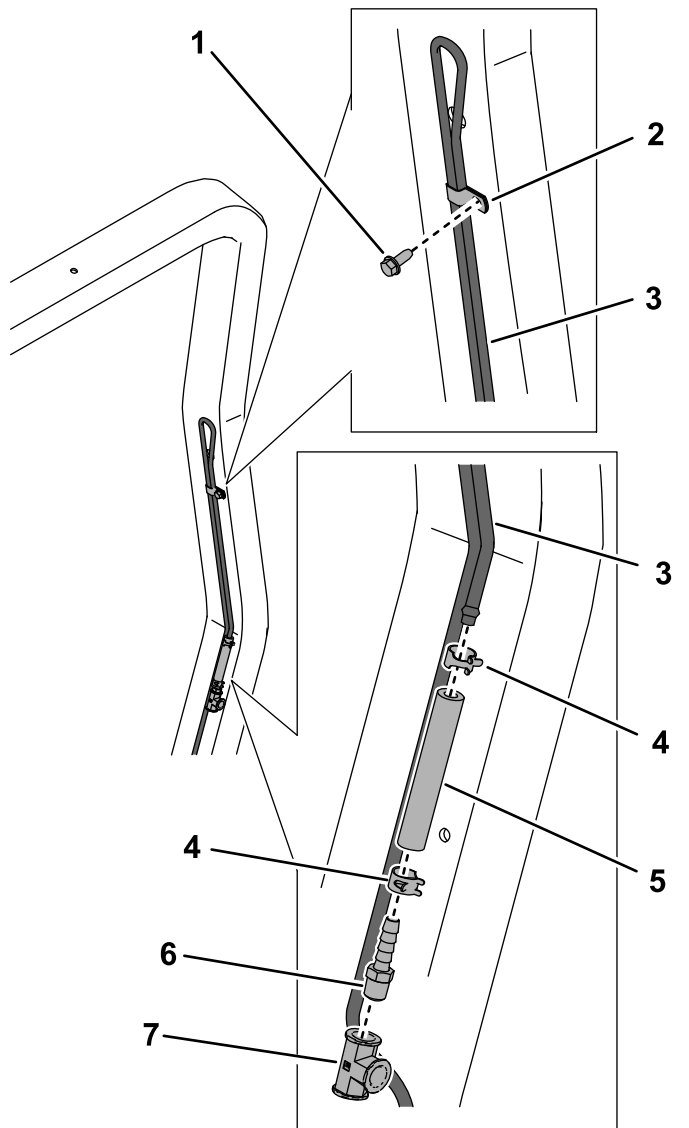

Figure 7
1. Installez le tube d'évent de carburant sur le côté gauche de l'arceau de sécurité à l'aide du petit collier en R et d'un boulon ($\frac{1}{4} \times 5/8$ po), comme montré à la Figure 7. Serrez le boulon à un couple de 10,17 à 12,43 N·m (90 à 110 po·lb).
2. Reliez un flexible (3 po) au tube d'évent de carburant au moyen d'un collier ($\frac{1}{2}$ po), comme montré à la Figure 7.
3. Branchez le flexible au raccord en T à l'aide d'un raccord droit et d'un collier ($\frac{1}{2}$ po), comme montré à la Figure 7.